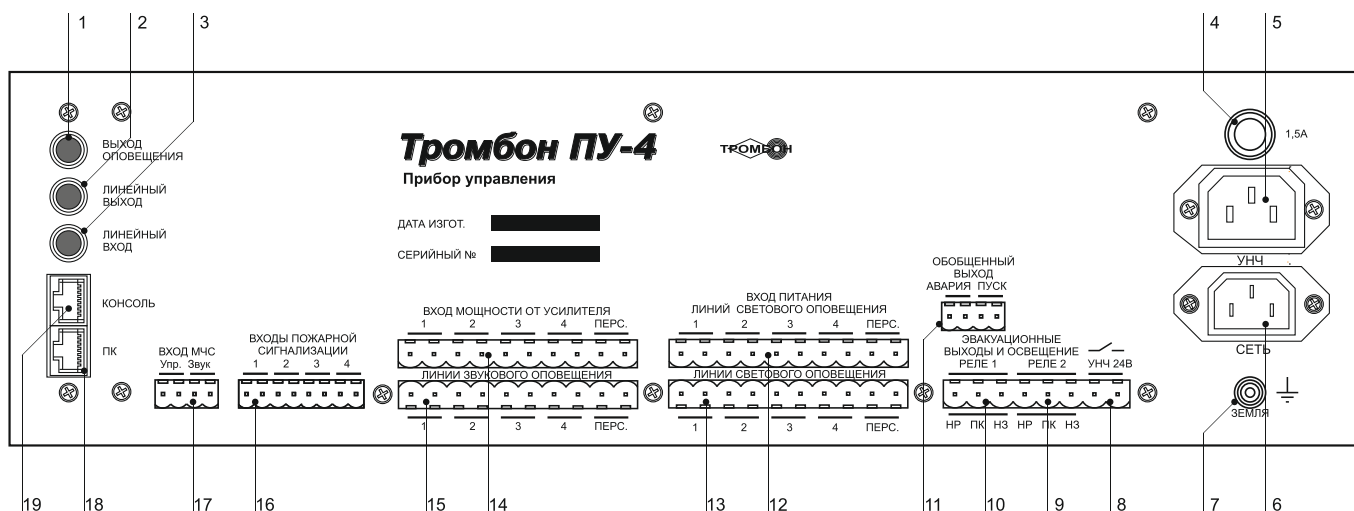

Рис. 2. Прибор управления «Тромбон ПУ-4», вид со стороны задней панели.
5.1.1. Аналоговое подключение через «Входы пожарной сигнализации» (рис. 2, поз. 16).
5.1.2. Цифровое подключение к сопряженной комплексной системе безопасности выполняется через последовательный порт «ПК» кабелем «Витая пара» (интерфейс RS485 рис. 2 поз. 18). Назначение контактов последовательного порта «ПК» приведено в Приложении 3.
Прибор имеет специальный «Вход МЧС» (рис. 2, поз. 17). Вход предназначен для стыковки с блоком централизованного запуска системы оповещения МЧС (БЦЗ системы П-166 или аналогичными). Вход выполнен в виде 4-х контактного разъема. К данному разъему подключены логический вход управления Прибора (реагирующий на замыкание контактов) и вход звукового сигнала (уровень 0,775В).
5.3. Подключение удаленных консолей. Для подключения консолей на задней панели ПУ расположен специальный порт «Консоль» (рис. 2, поз. 19).
- Разъем «Линейный вход» (рис. 2, поз. 3) предназначен для подключения к Прибору источника музыкальных программ. Вход стереофонический, используется только в режиме звукового вещания. Максимальное входное напряжение сигнала на данном входе – 250 мВ.
- Разъем «Выход оповещения» (рис. 2, поз. 1) предназначен для подключения звуковых сигналов от Прибора к входу «Оповещения» усилителя мощности. Сопротивление входа усилителя должно быть не менее 600 Ом. Максимальное напряжение звукового сигнала на данном выходе Прибора – не более 250 мВ. Схема подключения к усилителю мощности приведена в Приложении 6.
- Разъем «Линейный выход» (рис. 2, поз. 2) предназначен для подключения стереофонических звуковых сигналов от Прибора к входам усилителей мощности. Выход используется при необходимости реализации на объекте стереофонического вещания, например, для озвучивания кафе. Напряжение звукового сигнала на данном выходе не более 250 мВ.
- Разъем «Линии звукового оповещения» (рис. 2, поз. 15) предназначен для подключения линий связи со звуковыми оповещателями. Всего Прибор имеет пять выходов. Первые 4 выхода предназначены для четырех зон общего оповещения, пятый выход «Перс.» предназначен для зоны первоочередного оповещения персонала. Прибор обеспечивает контроль исправности линий связи. Контроль исправности может быть отключен программно. Схема подключения линий звукового оповещения к Прибору управления «Тромбон ПУ-4» приведена в Приложении 6.
- Разъем «Вход мощности от усилителя» (рис. 2, поз.14) предназначен для подключения звуковых сигналов с выходов усилителей мощности. У Прибора имеется 5 независимых входов (по одному для каждой зоны). К данным входам Прибора допускается подключение усилителей мощности с выходными напряжениями от 15 до 240В, в зависимости от характеристик выбранных звуковых оповещателей. Прибор позволяет использовать для разных зон разные усилители, а также выходы усилителя с различными напряжениями. Схема подключения линий звукового оповещения и выходов усилителей мощности к Прибору управления «Тромбон ПУ-4» приведена в Приложении 6.
- Разъем «Вход питания линий светового оповещения» (рис. 2, поз. 12) предназначен для подключения источников питания для световых оповещателей. В Приборе допускается подключение для разных линий оповещения различных источников питания с напряжениями от 12В до 230В, в зависимости от выбранных типов световых оповещателей. Схема подключения источников питания и световых оповещателей к ПУ приведена в Приложении 7.
- Разъемы «Линии светового оповещения» (рис. 2, поз. 13) предназначен для подключения линий связи со световыми оповещателями. Прибор обеспечивает контроль исправности линий связи. Контроль исправности может быть отключен программно. Схема включения линий светового оповещения приведена в Приложении 7.
5.7. Подключение эвакуационного освещения и замков эвакуационных выходов выполняется через разъем «Эвакуационные выходы и освещение» (рис. 2, поз. 9, 10).
5.9. Разъем «Сеть» (рис. 2, поз 6) предназначен для подключения Прибора к сети питания переменного тока 220-230В 50Гц.
5.10. Подключение питания 220-230В на усилитель мощности выполняется через разъем «УНЧ» (рис. 2, поз. 5). Напряжение на этом разъеме появляется при переходе Прибора из «Дежурного режима» в режимы «Тревога», «Экстренный запуск», «Трансляция МЧС», «Звуковое вещание» или «Звуковое вещание от удаленной консоли». В зависимости от мощности и количества усилителей в системе оповещения подключение питания к ним возможно двумя способами:
5.11. Подключение резервного питания 24В на усилитель мощности выполняется через разъем «УНЧ 24В» (рис. 2, поз. 8). Контакты этого разъема замыкаются через реле при переходе Прибора из «Дежурного режима» в режимы «Тревога», «Экстренный запуск», «Трансляция МЧС» или «Звуковое вещание от удаленной консоли». Для режима «Звуковое вещание» использование источников резервного питания 24В не предусмотрено. Схема управления питанием одного усилителя мощности с одним блоком резервного питания приведена в Приложении 9. Схема управления питанием нескольких усилителей мощности с несколькими блоками резервного питания приведена в Приложении 10.
Звуковые сигналы, подаваемые на «Линейный вход» Прибора (рис. 2, поз 3), коммутируются на два выхода: «Выход оповещения» (рис. 2, поз. 1) и «Линейный выход» (рис. 2, поз 2).
Вход в режим «Трансляция МЧС» выполняется по команде, поступающей от БЦЗ, на вход управления МЧС Прибора (рис. 2, поз. 17). Команда представляет собой замыкание контактов «Упр.» на входе «МЧС» Прибора на все время трансляции. В режиме «Трансляция МЧС» Прибор управления включает основное и резервное питание усилителя мощности, включает все линии звукового оповещения, реле на выходе «Пуск» и коммутирует сигнал от входа МЧС «Звук» на линейный выход Прибора. При этом загораются индикаторы «Оповещение зон» и «МЧС» на передней панели Прибора (рис. 1, поз. 9 и 13).
1) получением «Командного сигнала» от ППКП (замыкания) на любом из «Входов пожарной сигнализации» Прибора (рис. 2, поз 16) или срабатыванием пожарных извещателей на шлейфах, подключенных к этим входам;